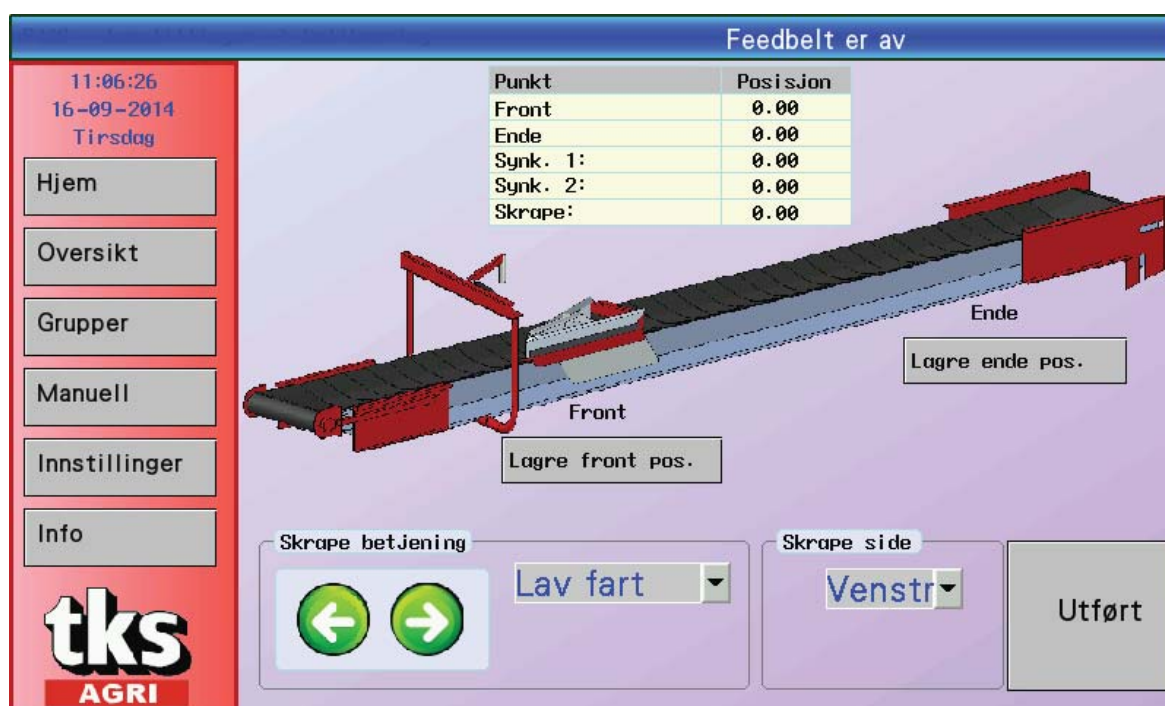

Fig. 31
- Kjør skrapen til fronten (fyllestasjon). **Se Fig. 31** Bruk **Lav fart**. Det må stå igjen en klaring på 10 cm før skrapen kommer i kontakt med faste deler.
- Kjør skrapen til enden (beldrift enden). **Se Fig. 31**. Ved langt strekk kan **Høy fart** benyttes. Når drift enden nærmer seg bytt til **Lav fart**. Det må stå igjen en klaring på 10 cm før skrapen kommer i kontakt med faste deler.